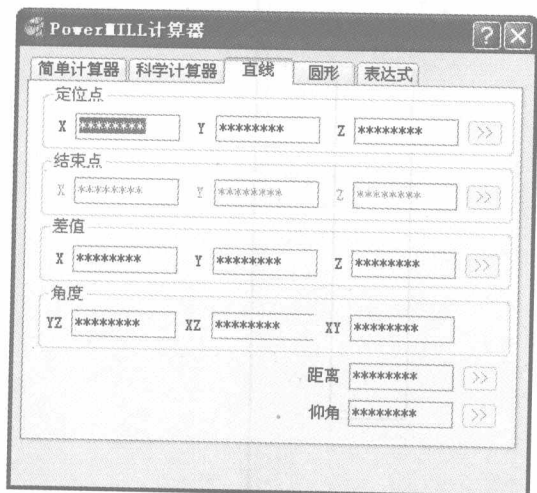
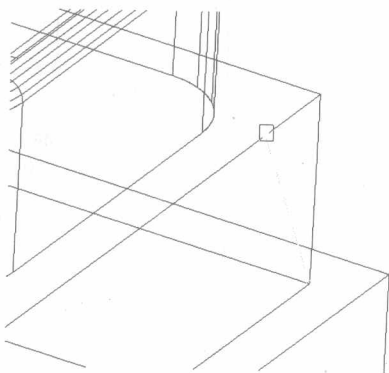

图 1-26 “PowerMILL 计算器”对话框
图 1-27 放大区域框选测量点
3) 单击视图查看工具栏,选择“放大”按钮将模型放大,单击视图查看工具栏中的“普通阴影”按钮,将模型不使用阴影着色而只使用线框着色;再单击主工具栏中的“测量模型”按钮,弹出如图 1-26 所示“PowerMILL 计算器”对话框,单击“直线”选项卡,在图形域中用鼠标框选各台阶面,如图 1-27 所示,测得各台阶面差值为 10mm 左右。